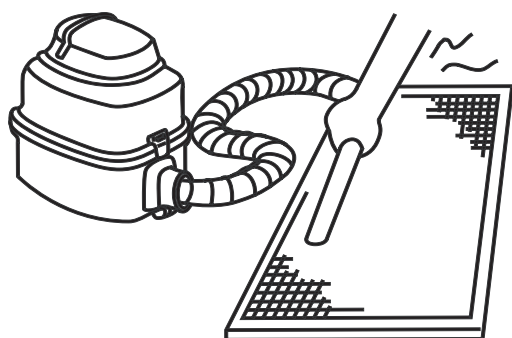

Рисунок 14.3
- Во время чистки пылесосом приточная сторона фильтра должна быть направлена вверх. (См. Рисунок 14.3)